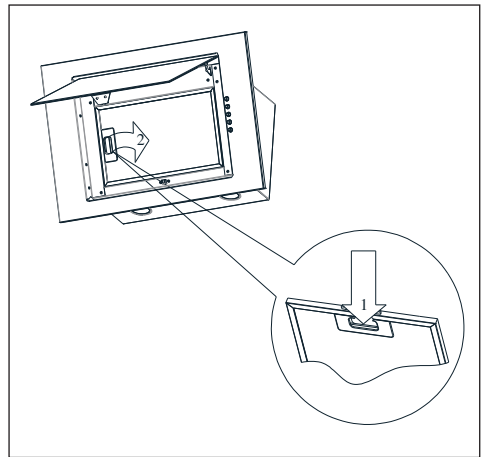

Fig. 7 Enlèvement du filtre à graisse en aluminium
4. Ouvrez le couvercle de la hotte et retirez le filtre à graisse (Fig. 7).
La hotte est équipée d'un filtre en aluminium qui arrête les particules de graisse émises lors de la cuisson. Pour retirer le filtre, déplacez les portes-filtres dans le sens des flèches (Fig. 7). Le filtre doit être nettoyé manuellement par immersion dans l'eau avec un liquide vaisselle pendant environ 15 minutes, à une température égale à 40-50 °C. Après 15 minutes, laver et rincer soigneusement le filtre. Assurez-vous que le filtre est bien sec avant de l'installer dans la hotte. Il est également possible de laver le filtre dans le lave-vaisselle. Au cours du lavage, la couleur du filtre peut changer, ce qui n'influence pas ses